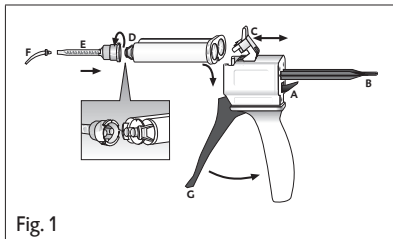

Fig. 1
1. Pressionar para cima a alavanca [Fig. 1, Pos. A] localizada na parte posterior do Automix-Dispenser e puxar a peça corredeira [Fig. 1, Pos. B] completamente para trás.
2. Puxar o trinco de plástico [Fig. 1, Pos. C] para cima, inserir o cartucho e travar com o trinco de plástico [Fig. 1, Pos. C].
1. Retirar e descartar a tampa do cartucho [Fig. 1, Pos. D] ou a cânula de mistura usada, após rodá-la 90° para a esquerda.
2. Colocar uma cânula de mistura nova [Fig. 1, Pos. E].
4. Colocar a Intraoral-Tip [Fig. 1, Pos. F].
- ▶ Misturar o material pressionando a alavanca [Fig. 1, Pos. C] do Automix-Dispenser na cânu-la de mistura e aplicar directamente.
2. Puxar o trinco de plástico [Fig. 1, Pos. C] para cima e retirar o cartucho.